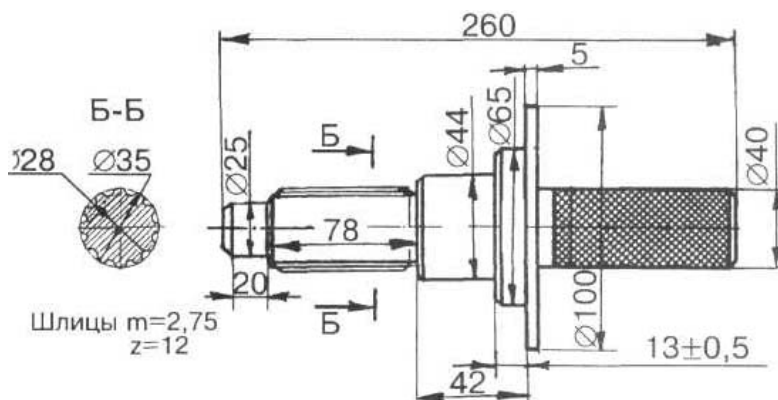

Рисунок 4.18
- а) установите оправку 2 (рисунок 4.18) в шлицы ведомых и опорного дисков и во внутренний диаметр подшипника в маховике для центрирования шлиц дисков с осью маховика;